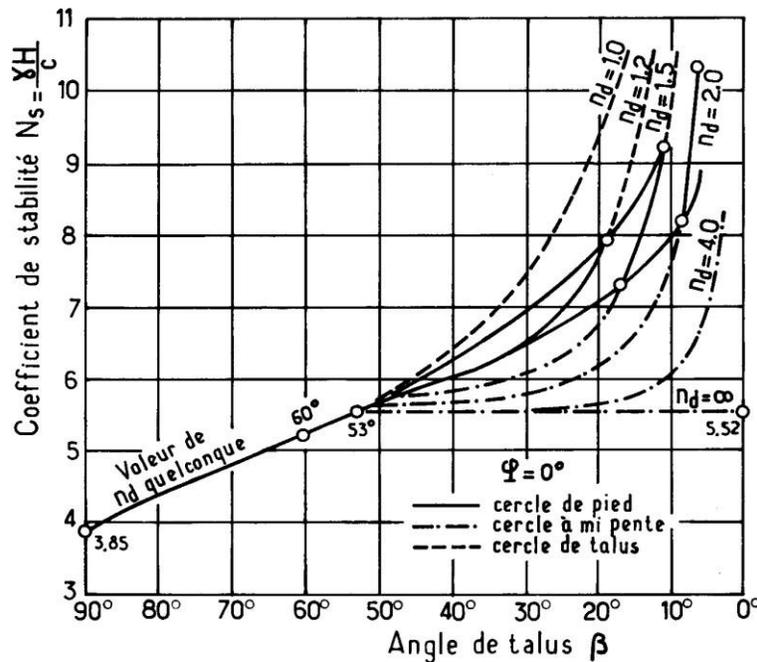

Figure 2 Abaque de Taylor pour un sol purement cohérent avec $F_s = 1$
On peut exploiter l'abaque de la figure 2 pour déterminer N_s en fonction de l'angle β du talus et du coefficient n_d , afin d'étudier les caractéristiques géométriques de ce talus, en état d'équilibre limite ($F_s = 1$). On peut ainsi déduire de l'équation (1) la hauteur H_c correspondant à l'équilibre limite du talus, ou la cohésion minimale c_u^{min} assurant la stabilité au glissement.
D'après la figure 2, pour $\beta = 20^\circ$ et $n_d = 0.5$, on obtient $N_s = 6.8$